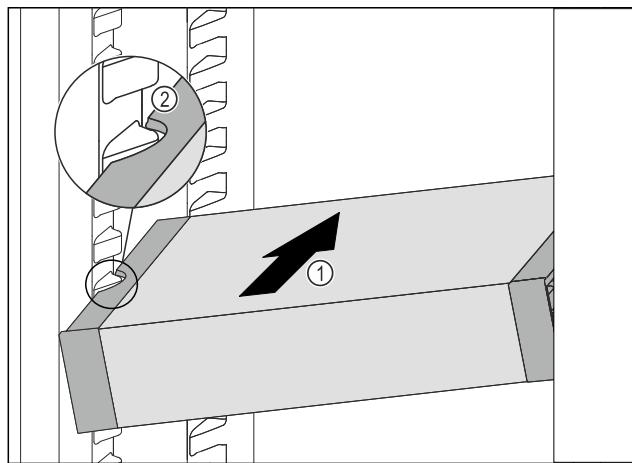

Fig. 88
- Вставити висувний ящик VarioSafe під кутом в охолоджувальне відділення Fig. 88 (1), доки бокові поглиблення Fig. 88 (2) VarioSafe не будуть розташовуватися на рівні ребра для ємності в охолоджувальному відділенні.